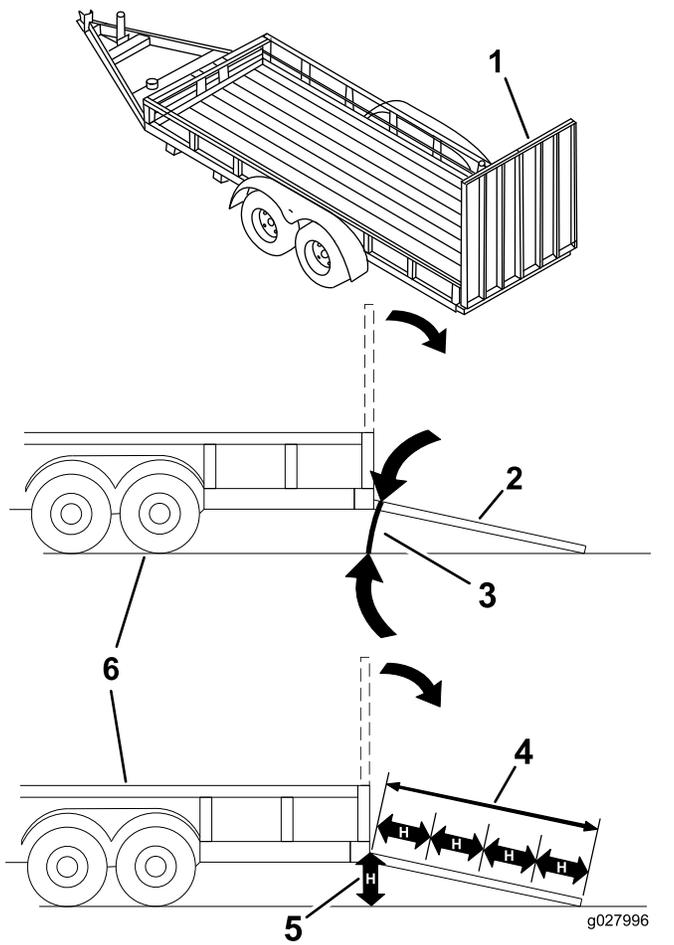

Figure 40
Le chargement de la machine sur une remorque ou un camion augmente le risque de basculement et donc de blessures graves ou mortelles (Figure 40).
1. Abaissez la rampe pour que l'angle avec le sol ne dépasse pas 15 degrés (Figure 40).